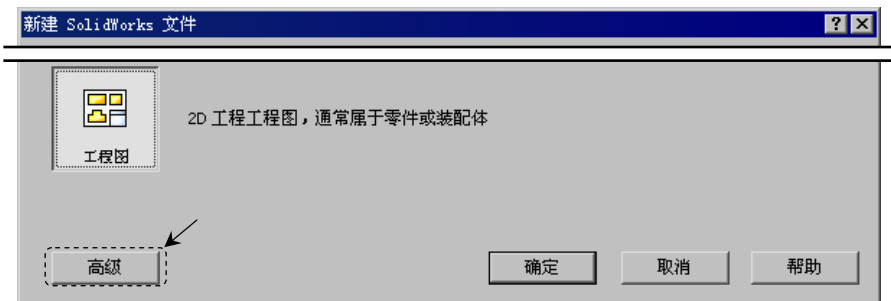

图 6.1.5 “新建 SolidWorks 文件”对话框（一）
Step1. 选择命令。选择下拉菜单 **文件(F) → 新建(N)...** 命令，系统弹出图 6.1.5 所示的“新建 SolidWorks 文件”对话框（一）。